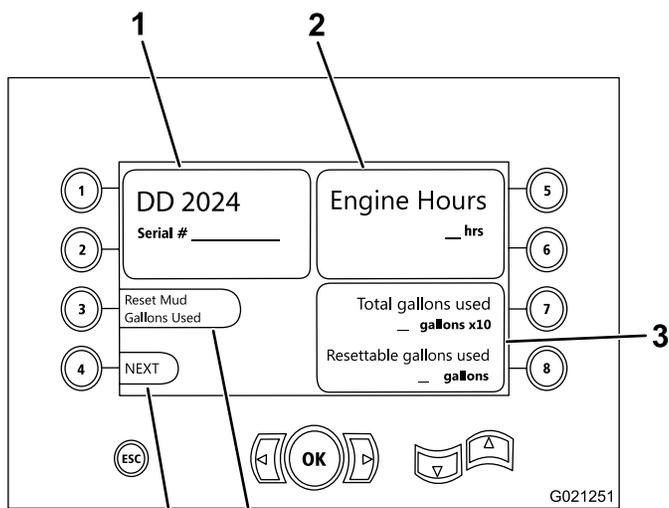

Bild 14
- Maschinenmodell und Seriennummer (Bild 14).
- Anzahl Betriebsstunden der Maschine (Bild 14).
- Menge der verwendeten Bohrflüssigkeit und zurückgesetzte Menge verwendeter Bohrflüssigkeit (Bild 14).
Hinweis: Drücken Sie Taste 3, um die Bohrflüssigkeitsmenge zurückzusetzen (Bild 14).